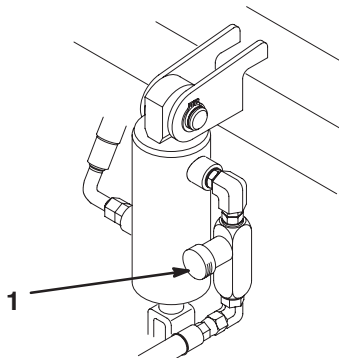

Bild 53
Der Kreis für das Anheben bzw. Absenken der Mähwerke ist mit einem Flusssteuerungsventil ausgerüstet (Bild 53). Dieses Ventil wird im Werk um ungefähr 3 Umdrehungen geöffnet. Zum Ausgleichen unterschiedlicher Hydrauliköltemperaturen und Mähgeschwindigkeiten usw. müssen Sie dieses Ventil jedoch u. U. einstellen. Gehen Sie dabei folgendermaßen vor:
1. Heben Sie den Sitz an und finden Sie das Stromventil (Bild 53), das sich neben dem Hydraulikzylinder am mittleren Zugestell befindet.